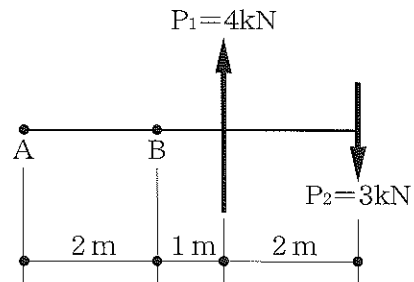

図2
(2) 図2で各力のA、B点に対する力のモーメントの総和を求めなさい。ただし、符号は問わないものとする。